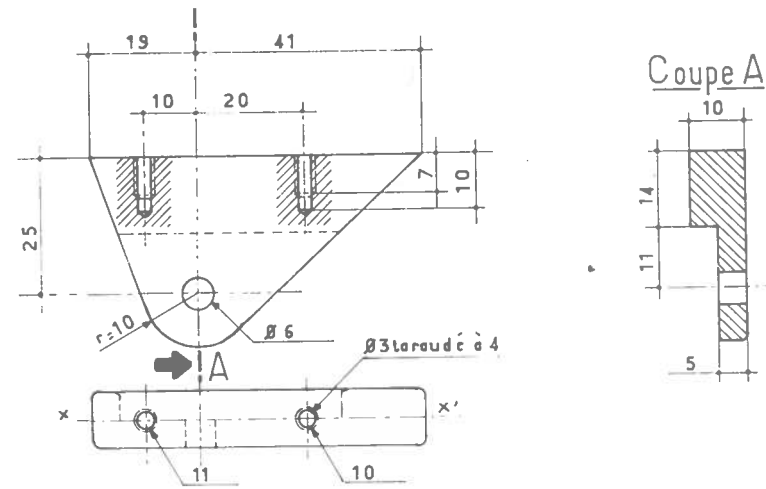

FIG. 101 Support 12 Matière AG4
Usinage du support 12 (fig. 101)
- 1° Tracer la pièce telle que représentée à la figure 101.